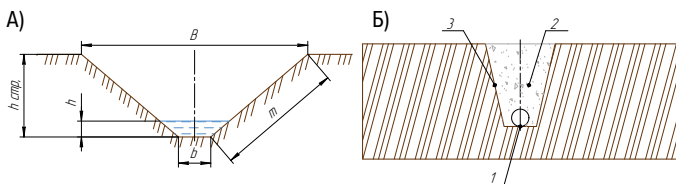

Рис. 1. А) открытая линейная дрена (открытый канал).
Наиболее применяемыми системами поверхностного дренажа являются открытые и закрытые дренажи, простейшие конструкции которых приведены на рис. 1 А, Б.
Открытая дрена (рис. 1 А) представляет собой канал с укрепленными стенками.
Закрытая линейная дрена-поглотитель (рис. 1 Б) представляет собой траншею, по стенкам которой уложен качественный фильтрующий геотекстиль (3). На дно траншеи уложена дренажная труба (1), обернутая дренажным геотекстилем. Сама траншея засыпается крупным фильтрующим материалом (2) (щебнем, гравием или крупнозернистым песком). Траншея вместе с щебнем должна быть полностью обернута дренажным геотекстилем – это позволит снизить риск заиливания дрены.